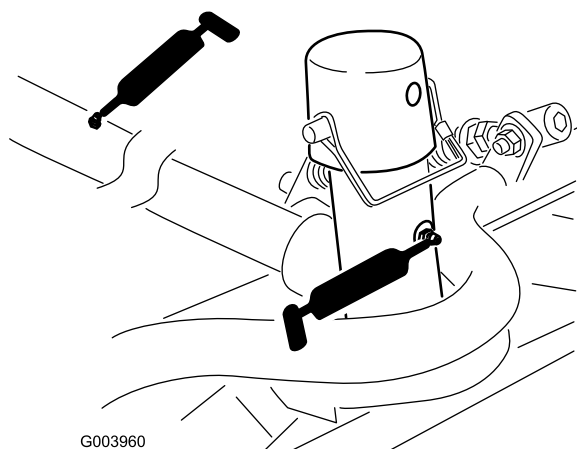

図 52
- ・ カuttingユニットのキャリア・フレームとピボット (各2) (図 52)